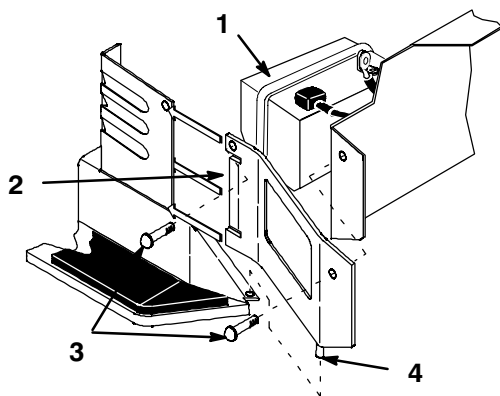

Figure 37
3. Déposez les panneaux latéraux pour faciliter la dépose de la batterie (Fig. 37). Enlevez les vis et soulevez le panneau pour dégager l'ergots, puis sortez les languettes de la tour de direction.
1. Placez la batterie dans la machine (Fig. 37).
5. Reposez les panneaux latéraux en insérant les languettes dans la tour de direction et l'ergot dans la bride du repose-pied. Fixez l'ensemble avec les vis (Fig. 37).